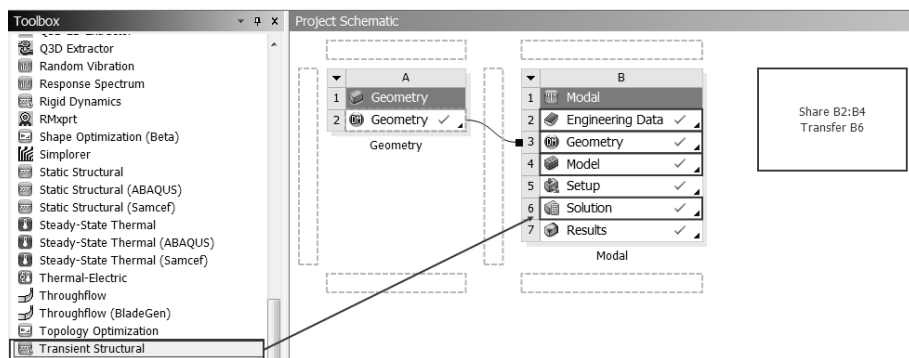

图 9-31 瞬态动力学分析
Step1: 回到 Workbench 主界面, 如图 9-31 所示, 选择 Toolbox (工具箱) 中的 Analysis Systems Transient Structural (瞬态分析) 命令不放, 直接拖曳到项目 B (Modal) 的 B6 中。